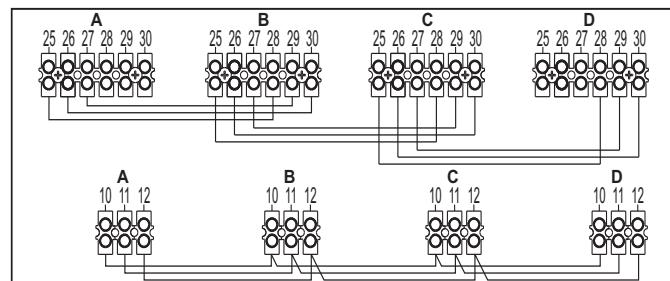

fig. 36 - Collegamento in cascata
- Collegare i moduli come mostrato in fig. 36 (esempio con 4 moduli)
Se questo non avviene, togliere alimentazione e controllare il cablaggio in fig. 36.